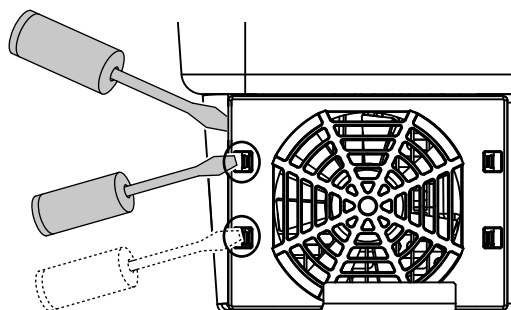

Fig. 53: Soltar as patilhas de fixação
3. Com uma segunda chave de fendas, pressione as patilhas de fixação para o centro do ventilador. Levante ligeiramente a unidade de ventilação.  **Fig. 53**